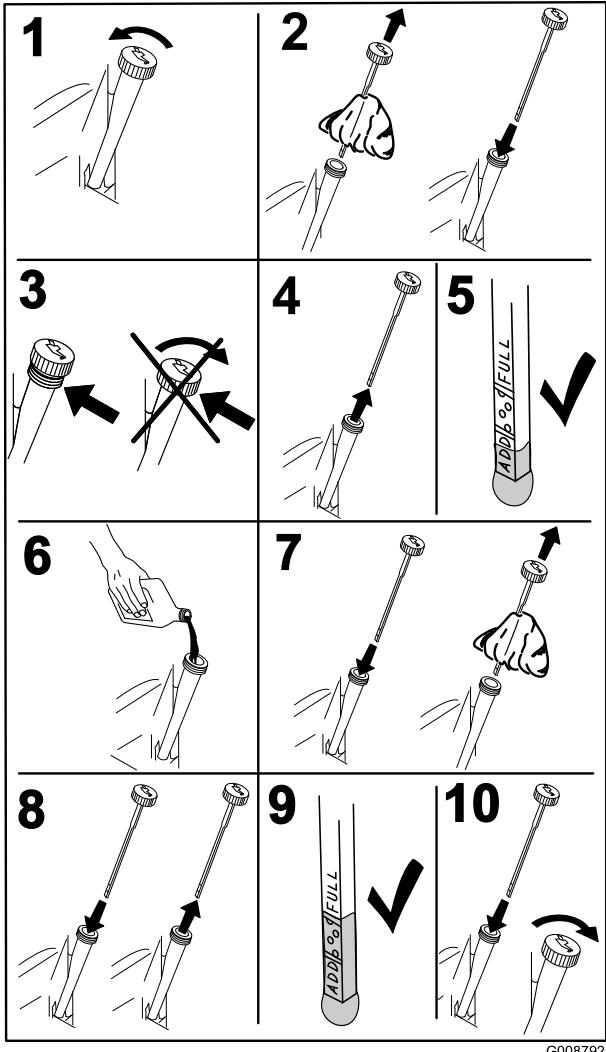

Figura 37
3. Para que no entre suciedad, recortes de hierba, etc., en el motor, limpíe la zona alrededor del tapón de llenado/varilla de aceite antes de retirar éste (Figura 37).